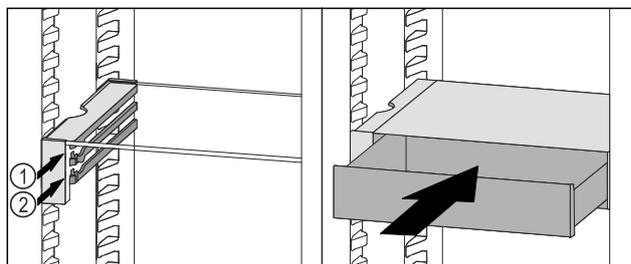

Fig. 106
- ▶ 将 VarioSafe 抽屉放置在所需肋梁 Fig. 106 (1) 或 Fig. 106 (2) 上的止动器后面。